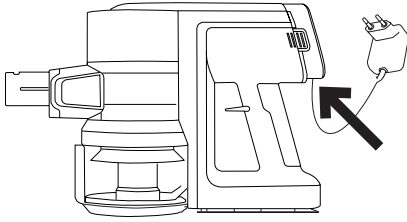

Fig.2
- Poner el aparato en marcha, accionando el botón marcha/paro. (G)
- Seleccionar la velocidad deseada presionando el botón selector de velocidad (N), presionando una y dos veces según la velocidad necesaria en cada momento. (Fig. 2)